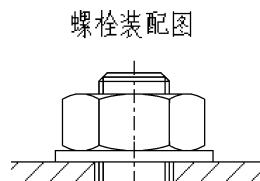

图 10-259 修改文字大小
(5) 此时文字处于选中状态，在【格式化】选项组中单击【文本样式】按钮 ，弹出【文本样式】对话框，在【字符】选项组中，取消【高度】选项后的【缺省】复选框的选中，修改高度为“5”，单击【确定】按钮，文本高度发生变化。
(6) 使用鼠标左键拖动文字到合适的位置，如图 10-259 所示。